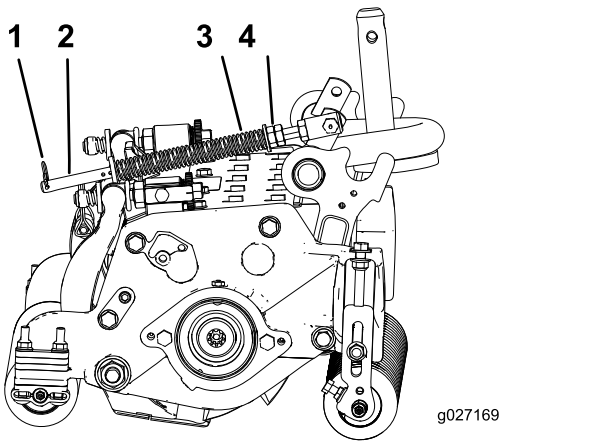

図 17
1. スプリングロッドの後穴にヘアピンコッターを忘れずに取り付けてください 図 17。
2. スプリングロッド前部の六角ナットを締めて、スプリング圧縮状態の長さが15.9 cmになるようにする 図 17。